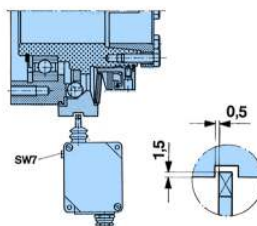
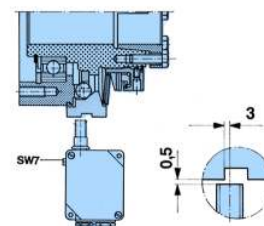

Bild 9
Bild 10
Die Schaltrichtung des Schalthebels am mechanischen Endschalters ist rechts, bei Blickrichtung auf Gehäusedeckel (siehe Bild 9). Stellen Sie die Schalterabstände für den mechanischen und berührungslosen Endschalter nach Bild 9 bzw. Bild 10 ein. Der Abstand der Druckscheibe (3) vom Schaltpunkt kann mit einer Sechskantschraube SW 7 fein justiert werden (Bild 9 und 10).